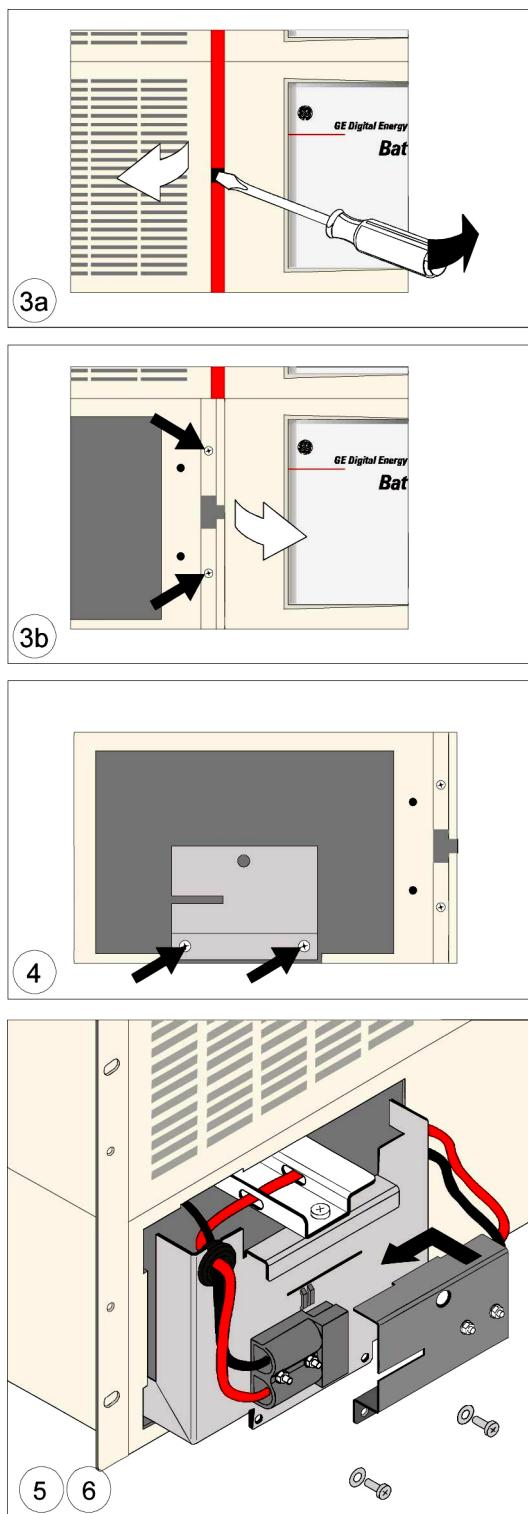

Рис. 1 Установка батарейных шасси
2. Убедитесь, что вентиляционные отверстия на боковых стенках модуля не перекрываются монтажными рейками или боковыми панелями 19"-стойки. В качестве иллюстрации следует использовать рис.1. Цифры внутри кружков соответствуют нижеследующим пунктам 3-6.
14. Для расширения коммуникационных возможностей можно подключить к компьютеру порт последовательного интерфейса RS232 (6, рис.1), или можно использовать интерфейсные карты (опции). См. часть 4.